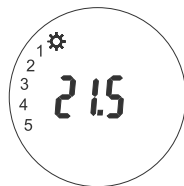

Рис. 9. Установка температуры для периода времени
Для установки времени начала периода нажатиями на дисплее символов ▲ (2) или ▼ (2) (увеличение/уменьшение) установите желаемое значение. Подтвердите выбор нажатием символа меню (8). В центре дисплея появится значение температуры, для данного периода времени (рис. 9).